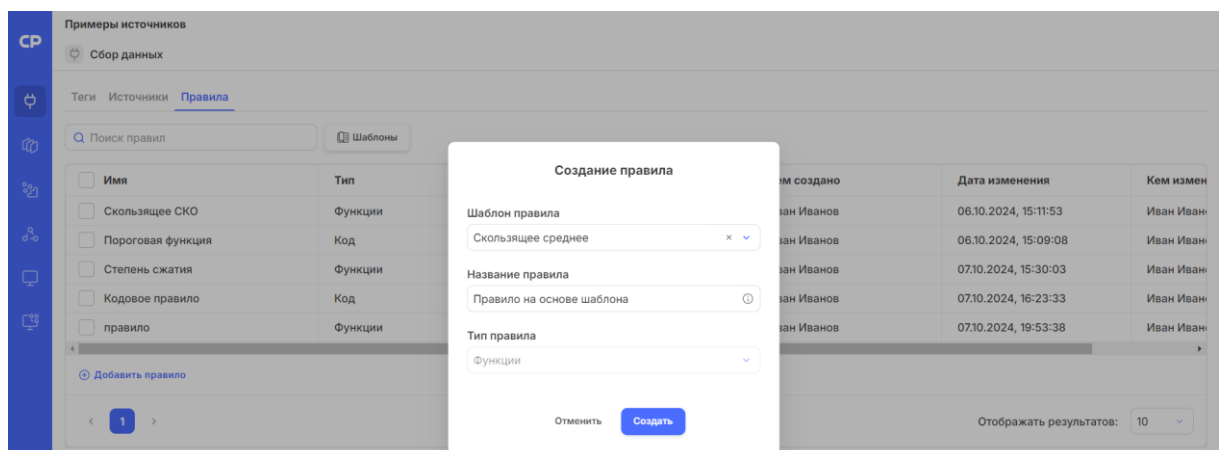

Рисунок 41. Создание правила из шаблона (способ 2)
2. При создании нового правила — выберите шаблон в модальном окне (Рисунок 41).